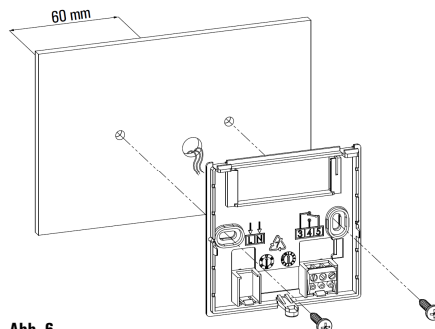

Abb. 6
- 4 Befestigen Sie den Sockel, direkt an der Wand oder an Abzweigdosen mit 2 Modulen durch die beiden Schraubenbohrungen mit 60 mm Achsabstand; dabei darauf achten, die Kabel durch den Schlitz zu führen, wie in Abb. 6.